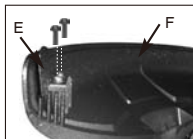

Рисунок 19
1. Снимите отрезной нож (A) с кожуха режущей насадки (B) (рис. 19).